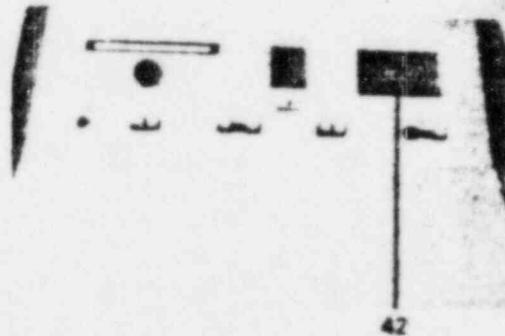

Fig. 22
4.1. Mit Hilfe einer Stoppuhr die Ganggenauigkeit der Therapiuhr (42 Fig. 22) überprüfen. Dabei ist bei einer Ablaufzeit von 15 Minuten eine Abweichung bis zu  $\pm 5$  sec. zulässig. Die Uhr soll bei Stellung Null des Sekundenzifferblattes abschalten. Dieser Abschaltzeitpunkt darf um  $\pm 1$  sec. abweichen. Beim Aufziehen der Uhr muß der Schaltkontakt spätestens bei Zeigerstellung "5 Sekunden" geschlossen sein.
4.1. Check the accuracy of the therapy timer (42 Fig. 22) with the aid of a stop watch. The maximum permissible deviation over a period of 15 minutes is  $\pm 5$  seconds. The timer should activate switching off at the zero position of the second scale. The maximum permissible deviation of this switching point is  $\pm 1$  s. When winding the timer, the switch contact should be closed before reaching the pointer position "5 seconds".